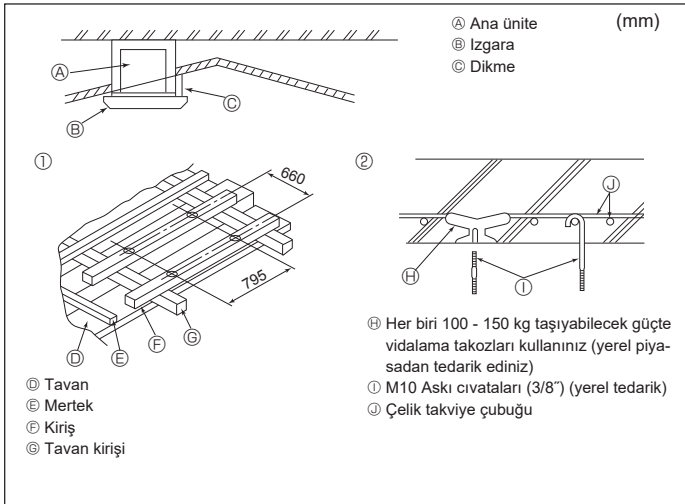

Fig. 3-5
3.5. Asma düzeninin yapısı (asılaacağı yerin yapısını güçlendiriniz) (Fig. 3-5)